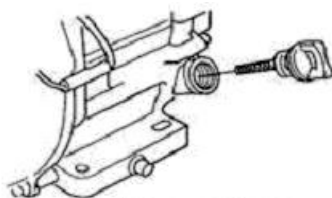

Figure 3. Jauge d'huile moteur
2. Retirer le bouchon / jauge de l'orifice du filtre à huile de moteur (Figure 3) et l'essuyer.